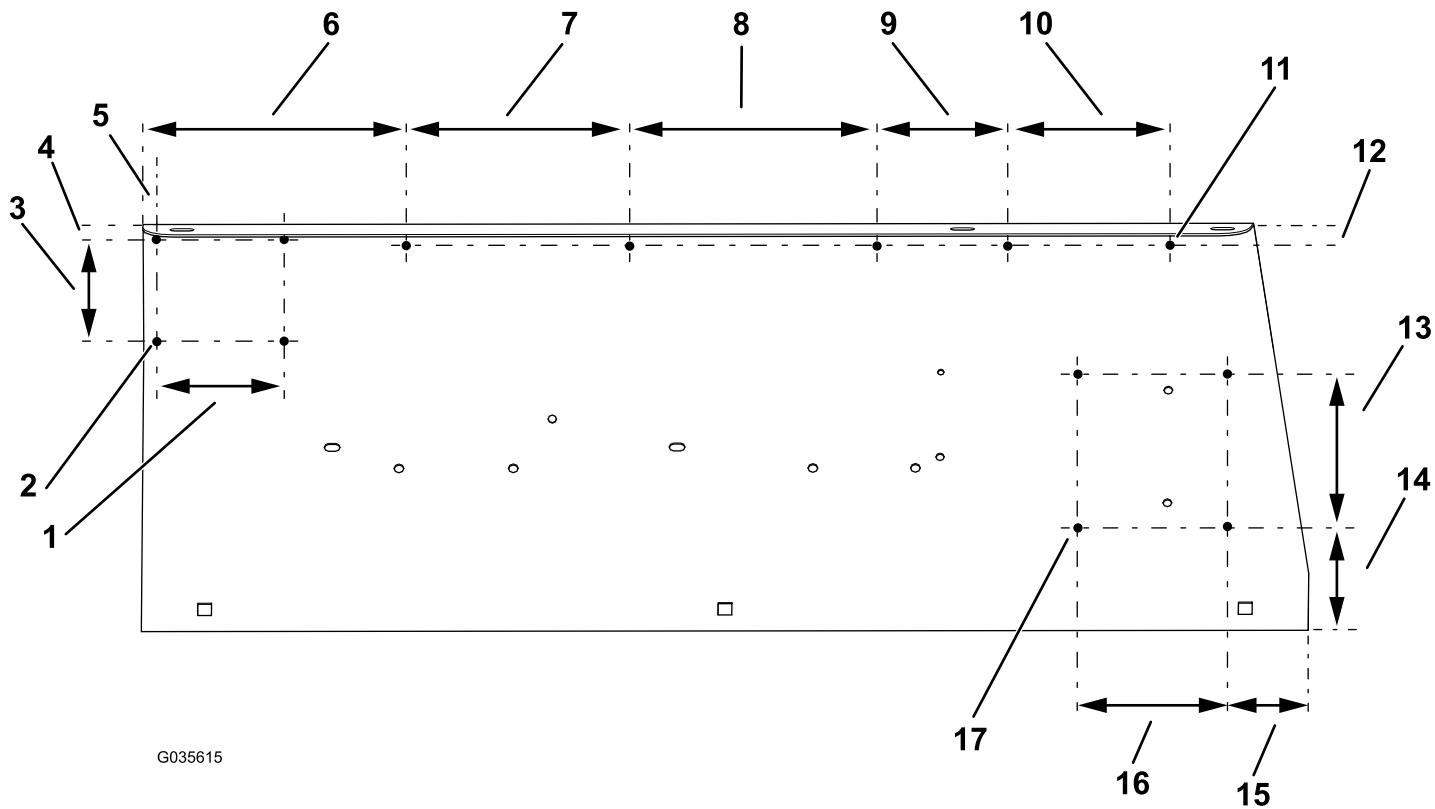

図4
1. フェンダガードに13個の穴を開ける穴の位置と直径については図4を参照。
注 図4の番号11の穴を大きくしそぎるとワイヤハーネスをクリップで固定できなくなるので注意してください。